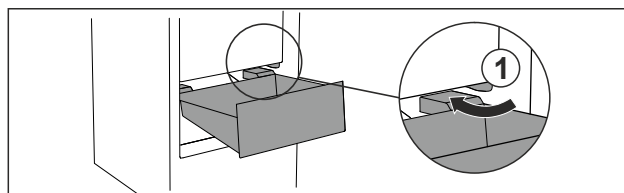

Fig. 57
- ▶ Predal speljite poševno okrog zaustavljalnikov Fig. 57 (1).